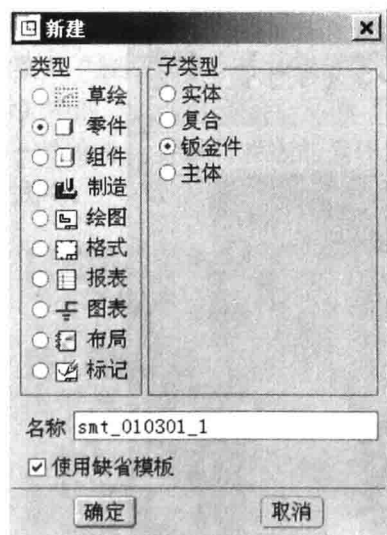
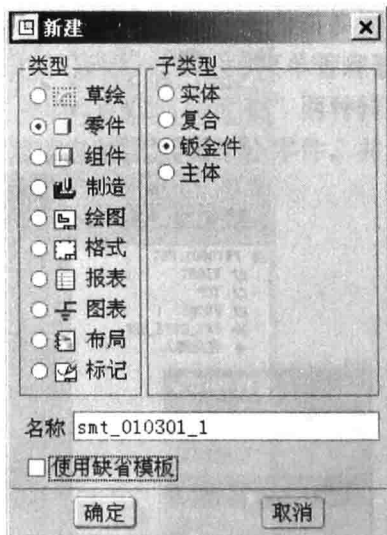

图 1-7
图 1-8
(3) 对话框中“类型”不变，仍为“零件”，子类型选取“钣金件”设计方式。
(4) 在“名称”栏中输入相应的文件名“smt_010301_1”，如图 1-7 所示（也可以采用默认的文件名，如：“prt0001”）。
(5) 如果在 config.pro 文件中设置了“template_sheetmetalpart mmns_part_sheetmetal.prt”，可在图 1-7 中直接单击“确定”按钮，本人强烈建议使用这种方法。否则，单击“使用缺省模板”所在行，从而去掉左边方框中的勾，如图 1-8 所示，再单击“确定”按钮，在弹出的“新文件选项”对话框（如图 1-9 所示）中单击“浏览”按钮，再在弹出的“选择模板”对话框中选择模板为“mmns_part_sheetmetal.prt”，如图 1-10 所示，其目的是设置